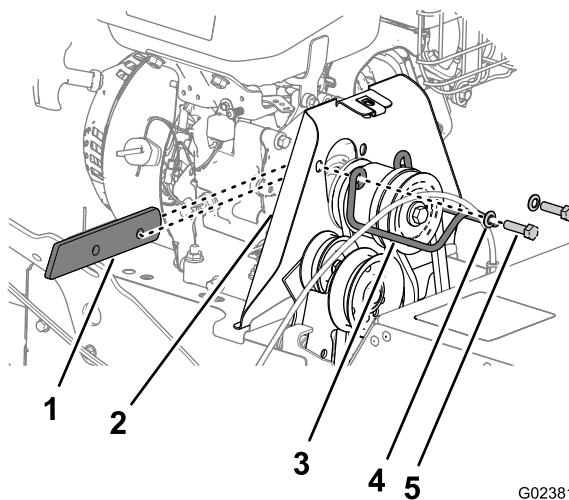

Figura 39
2. Retire los 2 pernos y las 2 arandelas que sujetan la guía de las correas a la máquina, y retire la guía de las correas y el espaciador (Figura 39).
- Alinee el espaciador entre el motor y el protector de las poleas y alinee los taladros del espaciador, el motor y el protector (Figura 39).
- Sujete la guía de las poleas a la máquina con los pernos y las arandelas (Figura 39) que retiró en el paso 2 de Retirada de la correa de transmisión del cepillo (página 26).